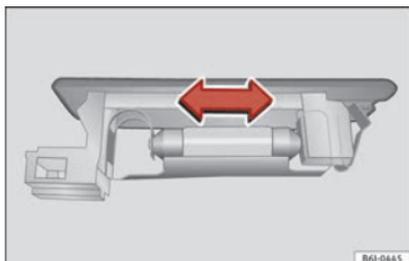

Fig. 119 Luz da bagageira.
- Pressione a lâmpada lateralmente e retire-a do alojamento »» Fig. 119.